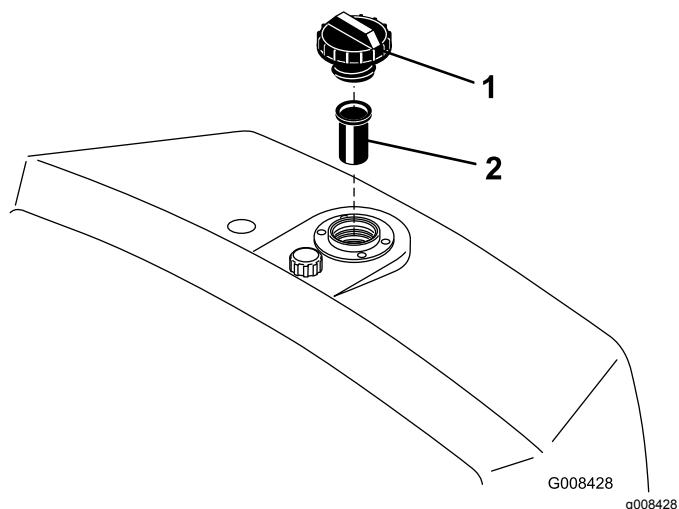

図 26
2. タンクからキャップを外して油量を点検する。補給口の首の根元部分まであれば適正である**図 26**